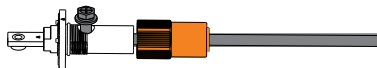

Figura 4.2-5
Paso 4: Apriete el tornillo de fijación, como se muestra en la Figura 4.2-5.